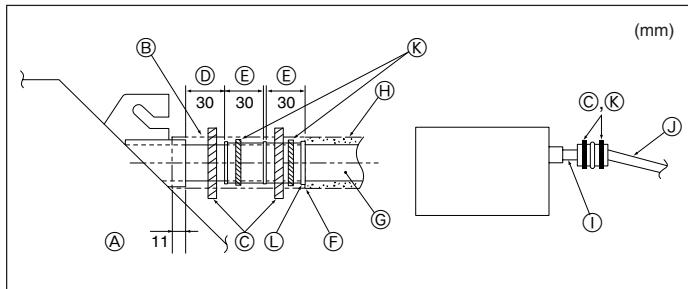

Fig. 6-2
1. Die Ablaßmuffe (mit der Anlage geliefert) an den Dränageauslaß anschließen. (Fig. 6-2) (Das Rohr mit PVC-Kleber ankleben und dann mit einem Band sichern.)
- (G) Auslaufrohr (PVC-Rohr, O.D. ø32)